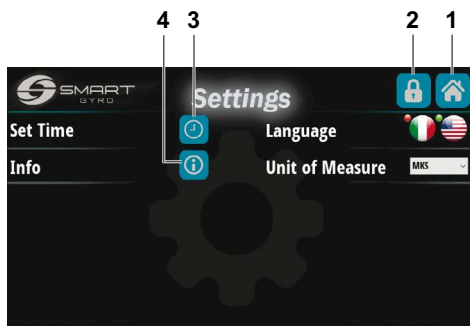
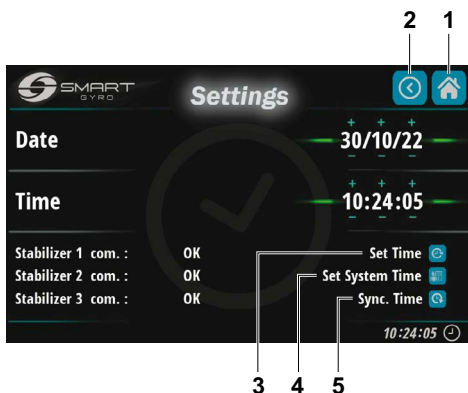
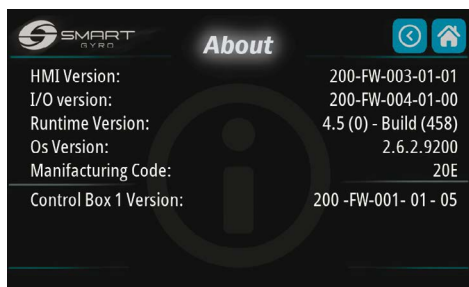

Figura 18
Figura 19
Figura 22
Premendo l'icona Impostazioni (Figura 17, (1)) si accede alla pagina delle Impostazioni (Figura 18).
Premendo l'icona Home in alto a destra (Figura 18, (1)) si torna alla pagina iniziale.
Premendo l'icona con il simbolo del lucchetto (Figura 18, (2)), si accede a una pagina protetta da password (accessibile solo al personale di assistenza) per l'ispezione/modifica di alcuni parametri interni a cui si accede tipicamente durante la prima installazione del giroscopio.
Premendo l'icona Imposta ora con il simbolo dell'orologio (Figura 18, (3)), si accede alla pagina di impostazione dell'ora e della data (Figura 19).
Una volta impostate la data e l'ora, i dati vengono salvati nella memoria non volatile della Control Box del giroscopio premendo l'icona in alto in basso a destra (Figura 19, (3)).
Premendo l'icona centrale (Figura 19, (4)) si salvano l'ora e i dati nella memoria non volatile del display.
Infine, premendo l'icona in basso (Figura 19, (5)) si cancellano i dati e si visualizza sullo schermo la data e l'ora corrente letta dall'orologio a tempo reale incluso nella scatola di controllo del giroscopio.
Premendo l'icona Home in alto a destra (Figura 19, (1)) si torna alla pagina iniziale.
Premendo l'icona Indietro nell'angolo in alto a destra (Figura 19, (2)) si torna alla pagina Impostazioni (Figura 18).
Premendo l'icona Info (Figura 18, (4)), è possibile visualizzare le versioni del firmware sia del display che della scheda di controllo (installata sull'unità giroscopica) (Figura 22).